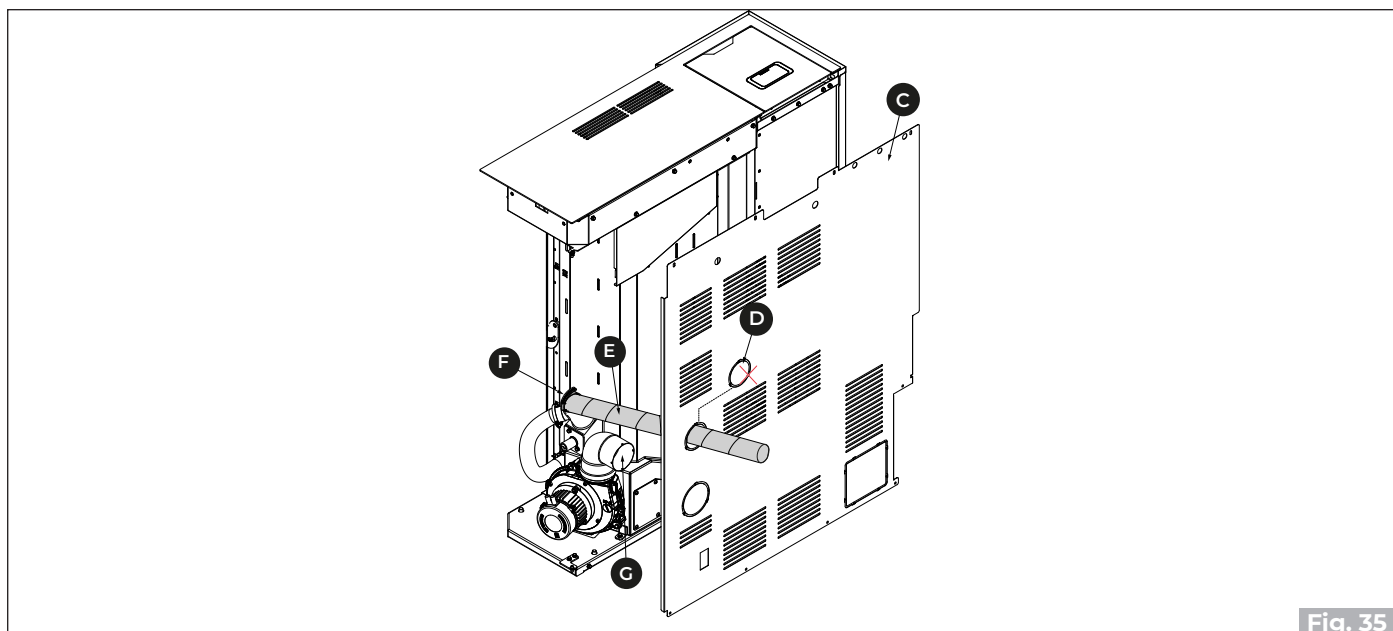

Fig. 35
- Togliere il pretranciato **(D)** sullo schienale **(C)** e far passare il tubo flessibile **(E)** per collegarlo ad una presa d'aria esterna ("Fig. 35").